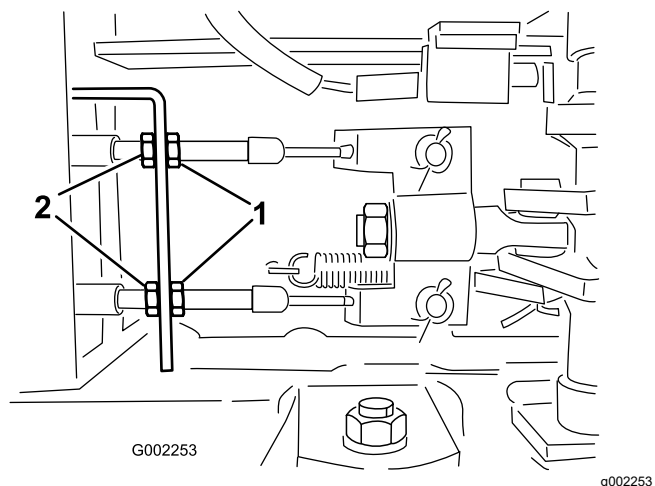

Рисунок 96
5. Ослабьте передние контргайки на тросах тормоза под передним концом опрыскивателя (Рисунок 96).
6. Равномерно затягивайте задние контргайки до тех пор, пока педаль тормоза не будет перемещаться в пределах от 1 до 2 см до ощущения сопротивления (Рисунок 96).